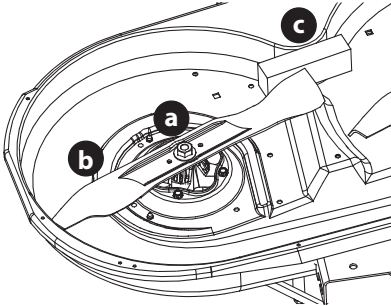

Figure 52
2. Placer un cale en bois (c) entre le carter du plateau de coupe et le tranchant de la lame (b) pour aider à débloquer l'écrou hexagonal (a) qui fixe la lame (b). Utilisez une clé de 15/16 po pour desserrer l'écrou hexagonal (a) (Figure 52).